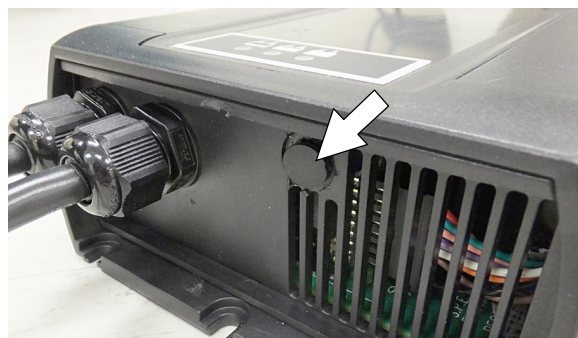

ABB. 118
5. Entfernen Sie den schwarzen Verschluss von der Unterseite des Ladegeräts, um auf das Profilwählrad zuzugreifen (Abbildung 118)